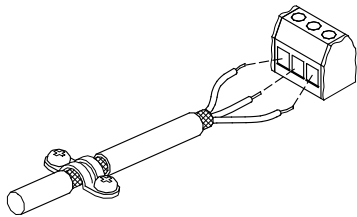

Fig. 20 Ejemplo de cable pelado con pantalla
- Deje la pantalla lo más cerca posible de los terminales de conexión. Véase la fig. 20.